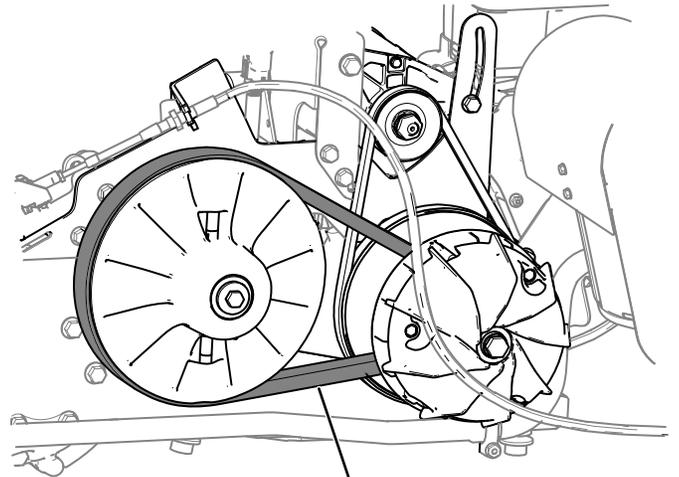

図 55
5. ベルト 図 55 を手で回転させながら、磨耗や破損がないかを点検する。